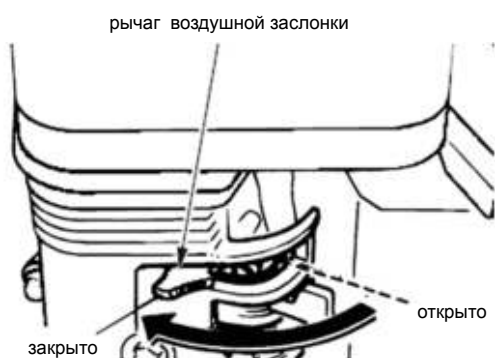

Рис.31
2. При запуске холодного двигателя установите рычаг воздушной заслонки в положение Close (закрыто). При запуске теплого двигателя воздушную заслонку не закрывать (Рис.31).